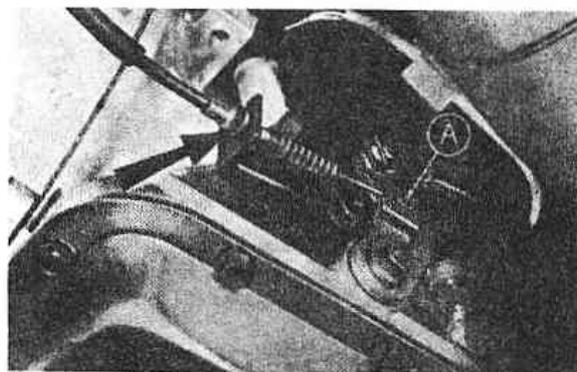

Рис. 6.30. Отсоединение троса понижения передачи (кикдаун) (Разд. 10)
6. Отсоедините трос понижения передачи (кикдаун) от рычага понижения передачи и кронштейна трансмиссии (Рис. 6.30).
3. Отсоедините трос от рычага и кронштейна трансмиссии (Рис.6.30).